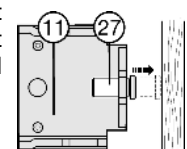

Fig. 14
- ▶ De stelschroef Fig. 14 (27) in het lagerblok midden Fig. 14 (11) tot aanslag met de kastwand brengen.